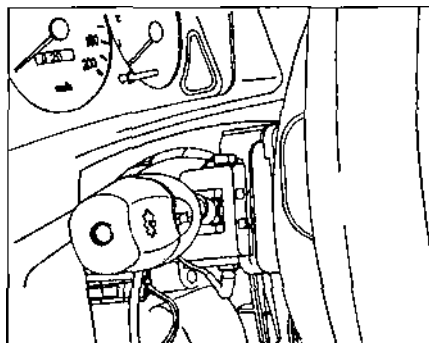

Рис. 6.25.
- снять переключатель света фар и указателей поворота, нажав с обеих его сторон на фиксаторы (рис. 6.25). Отсоединить все провода от этого переключателя;